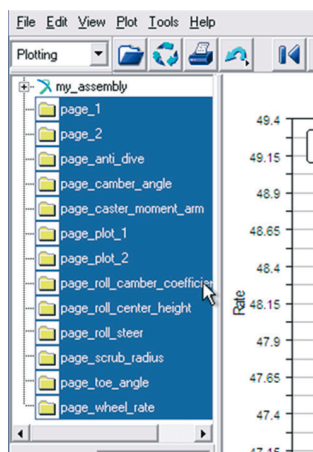

Figura 4.207 – Selecionando as simulações a serem excluídas.
- Selecione as simulações a serem excluídas (Figura 4.207).